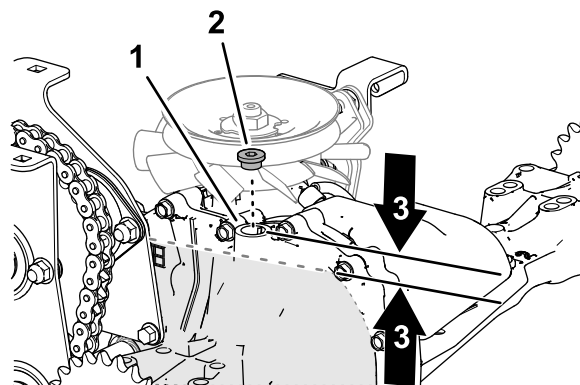

Figura 61
1. Llene el transeje con aceite del tipo especificado a través del orificio de vaciado/llenado hasta que el nivel de aceite esté a 13 - 32 mm (1/2" - 1 1/4") por debajo de la parte superior del orificio (Figura 61).